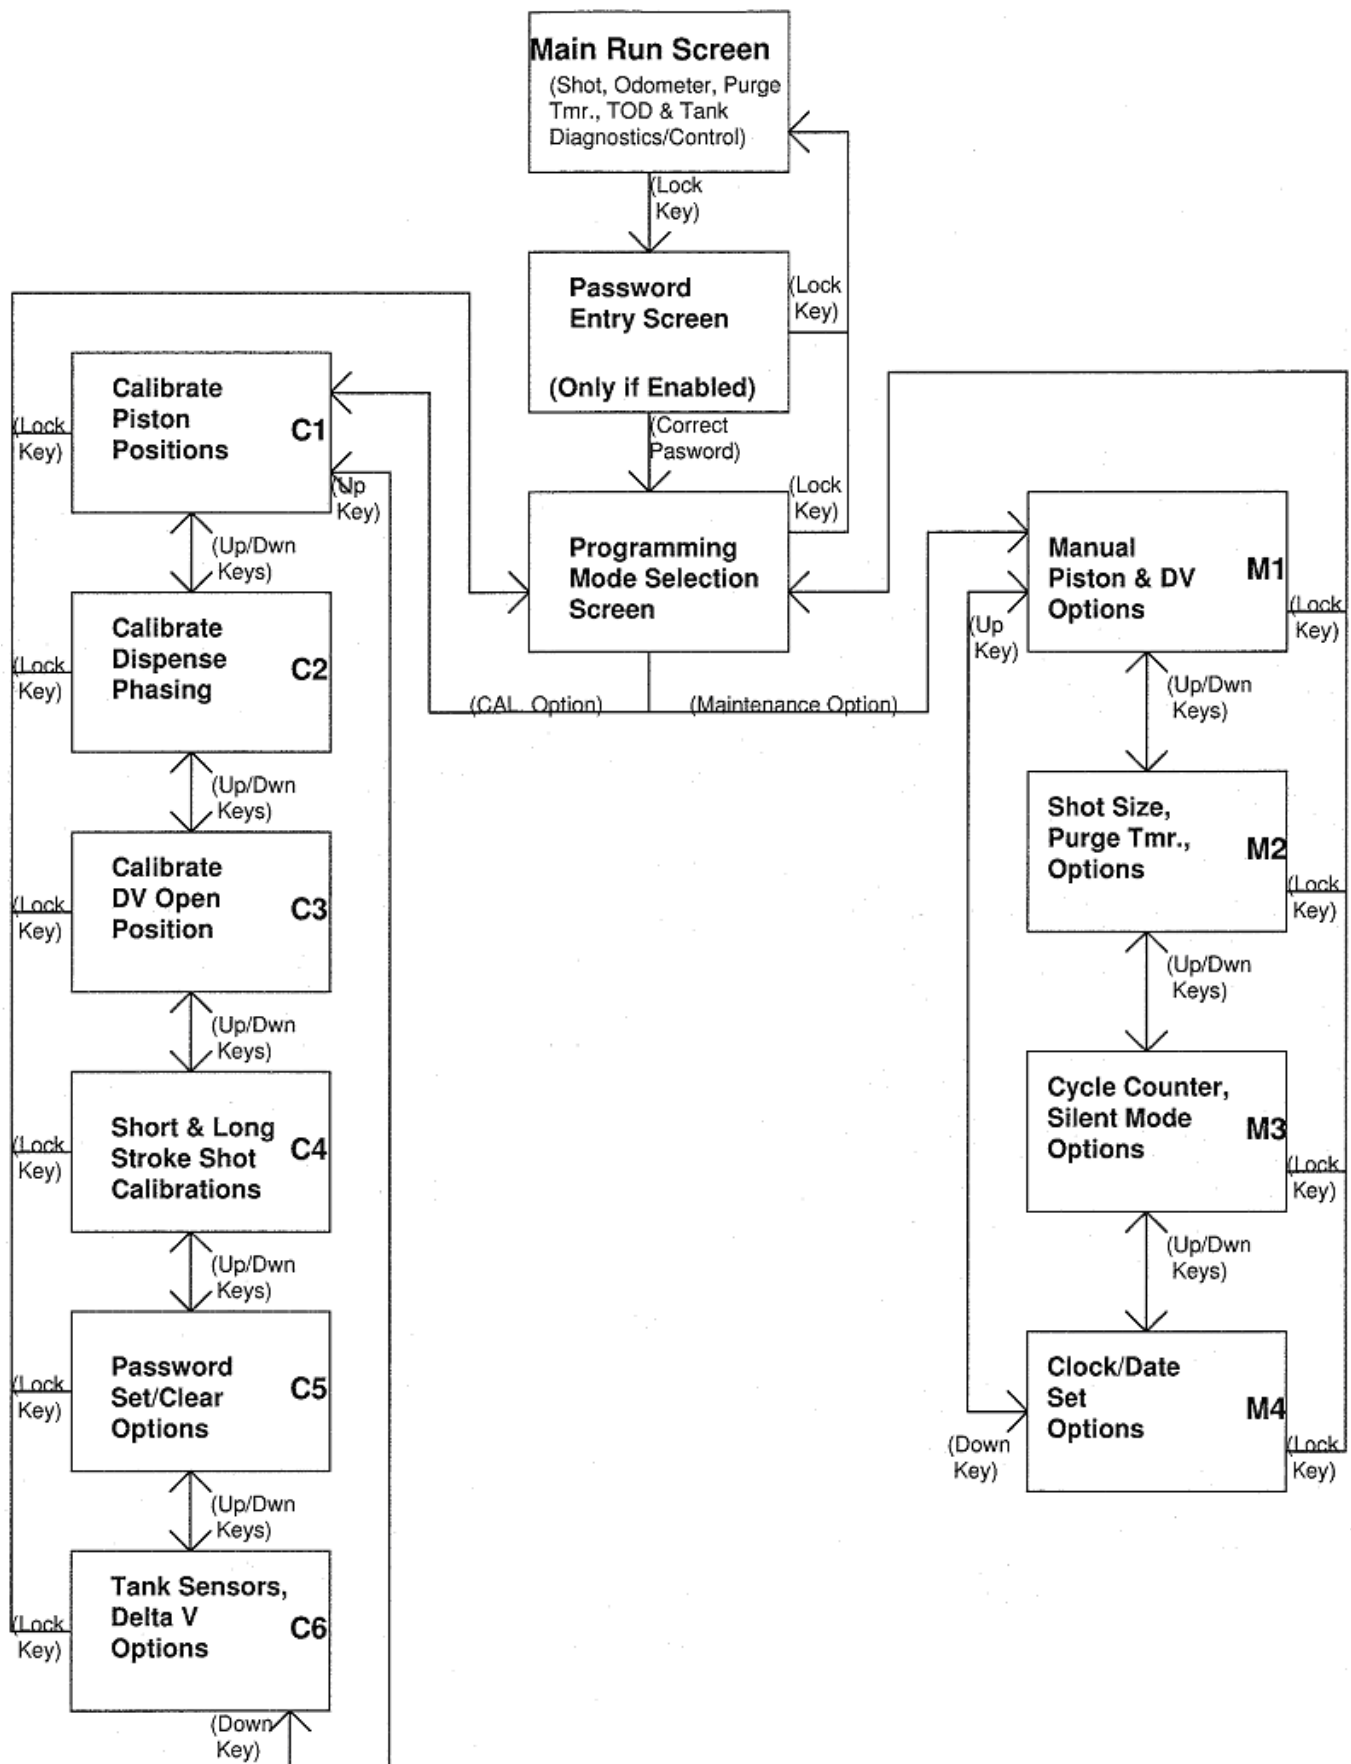

Figura 9: Diagrama de desplazamiento entre pantallas de la PR70
2. Para entrar a las pantallas de calibración, pulse 🔍. Para entrar a las pantallas de mantenimiento, pulse 🛠️. Consulte la Figura 9 para un diagrama de desplazamiento entre pantallas.
4. Si se ha entrado la contraseña correcta, se visualizará la pantalla de programación de selección de modo. Consulte la Figura 9 para un diagrama de desplazamiento entre pantallas.